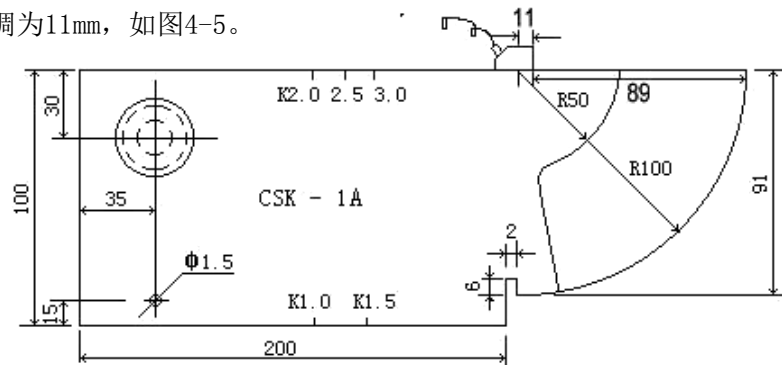
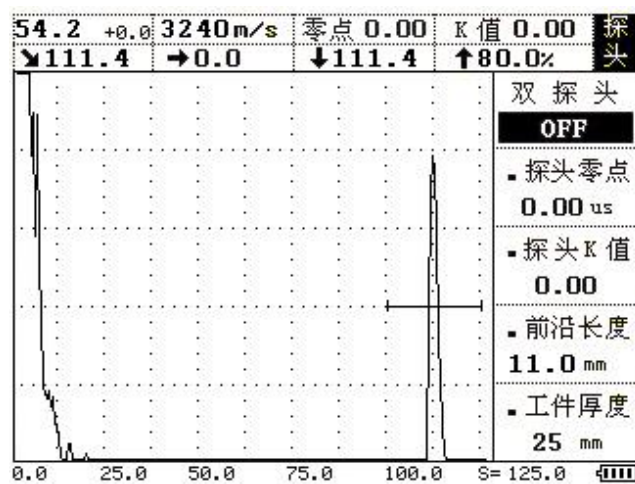

图 4-4
图 4-5
3、校准探头前沿: 将探头放在试块上并移动, 使得R100mm的圆弧面的反射体回波达到最高, 用直尺量出探头前端面89mm, 此时探头的前沿值为 $100-89=11\text{mm}$ 。如图4-4所示, 之后按 **探头** 键进入探头菜单, 再用 **▲** (上)或 **▼** (下)键调整到探头前沿子菜单, 再按 **◀** (左)或 **▶** (右)键将探头前沿值调为11mm, 如图4-5。